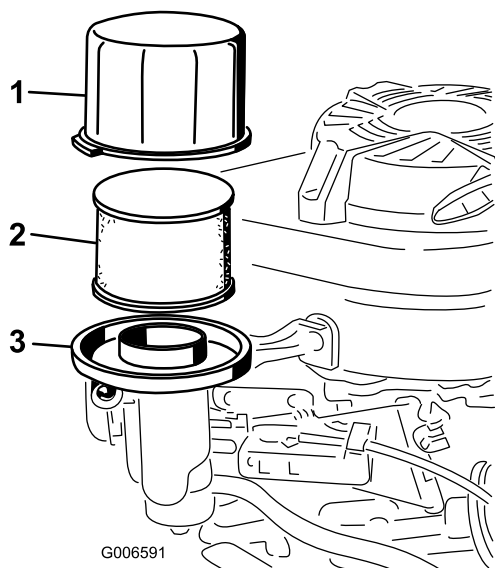

Figure 23
3. Déposez le couvercle et nettoyez-le soigneusement (Figure 23).
4. Retirez le préfiltre en mousse de l'élément en papier (Figure 23), et remplacez l'élément papier s'il est très encrassé.